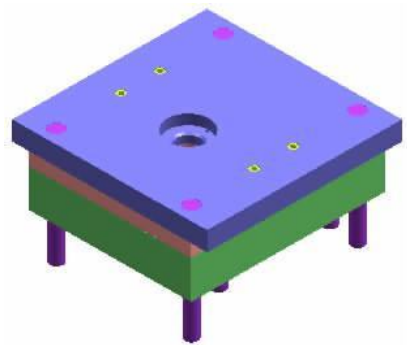

图7-131
12. 使用【型腔设计】功能创建螺钉与定模固定板的型腔设计以及螺钉与水口推板、A 板的型腔设计，结果如图 7-131 所示。